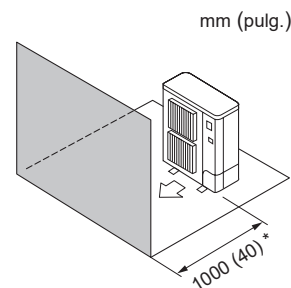

Fig. 2-9
(4) Obstáculos sólo en la parte delantera (Fig. 2-9)